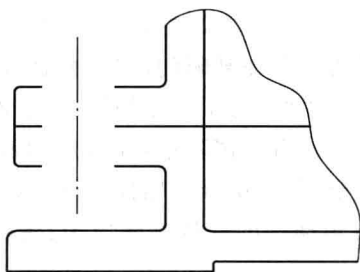

图 5
⑥ 不需要弹性挡圈。
⑦ 螺栓与孔应有间隙。
- ⑧ 套筒太厚,不方便拆轴承。
- ⑨ 套筒顶到轴肩,使齿轮轴向定位不可靠,轴肩应缩回去一段。
- ⑩ 套筒多余,应用轴环定位。
- ⑪ 轴环位置不对。
- ⑫ 露出的轴段、沟槽多余,而且该轴段直径大于轴承内径,无法装轴承。
- ⑬ 不应有键。
- ⑭ 同一轴上两键槽应在同一母线上,应转 90° 。
- ⑮ 应有砂轮越程槽。
2. [解] 剖分式轴瓦的典型结构如解图 5 所示。
解图 5
3. 在图 5 所示的两个铸造零件间画出螺栓连接结构图。(6 分)
3. [解] 如解图 5 所示。